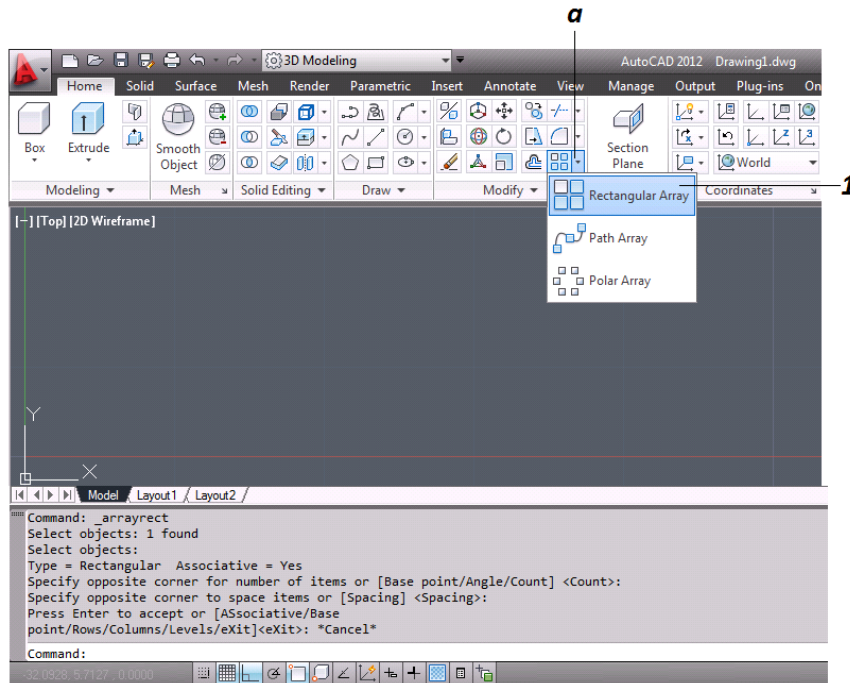

Figura 3.32 Modificación de Entidades “Matriz”
Con este comando se repite uno o varios objetos ya sea en forma de filas y columnas, circularmente o a través de una ruta. Se encuentra en la Cinta Modificar (*figura 3.32 “a”*), al dar clic en el icono, se despliegan tres opciones por las cuales se puede crear la matriz, las cuales son:
1. **MATRIZ RECTANGULAR – RECTANGULAR ARRAY:** Con esta opción se copia un objeto varias veces en forma de filas y columnas, esta herramienta cuenta con tres sub-opciones. Se localiza dentro del icono de matriz (*figura 3.32*).